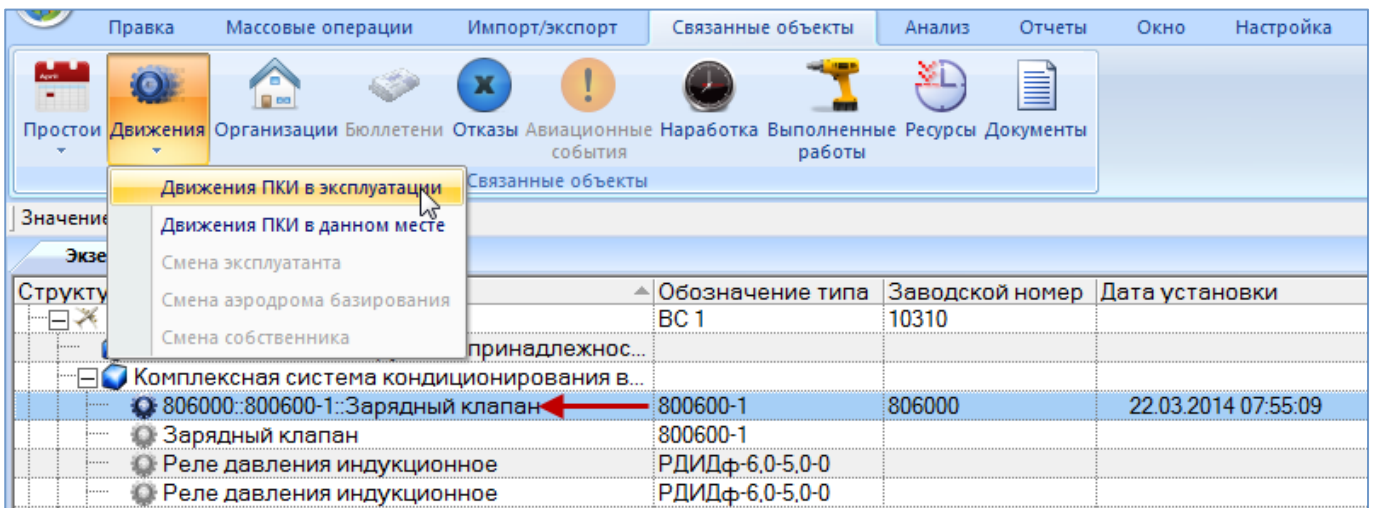

Рис. 13-162 – Открытие окна движений ПКИ в эксплуатации
- 3) Нажать кнопку «Движения» панели «Связанные объекты» и из раскрывшегося списка выбрать пункт «Движения ПКИ в эксплуатации» (рис. 13-162).